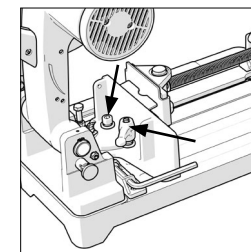

Fig. 8
- Afloje el tornillo de cabeza hueca M10 y el tornillo de bloqueo del mango palanca. (Fig. 8)